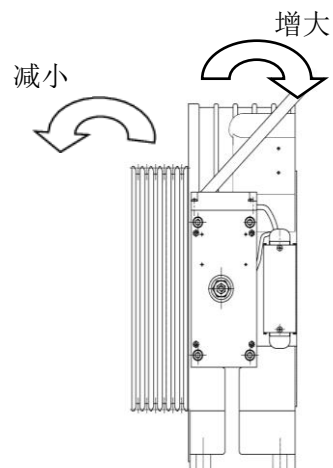

图 24 转动支撑螺管
2. 松支撑螺管：按需求逆时针或顺时针转动支撑螺管见 P20 图 24，并用塞尺确认气隙；